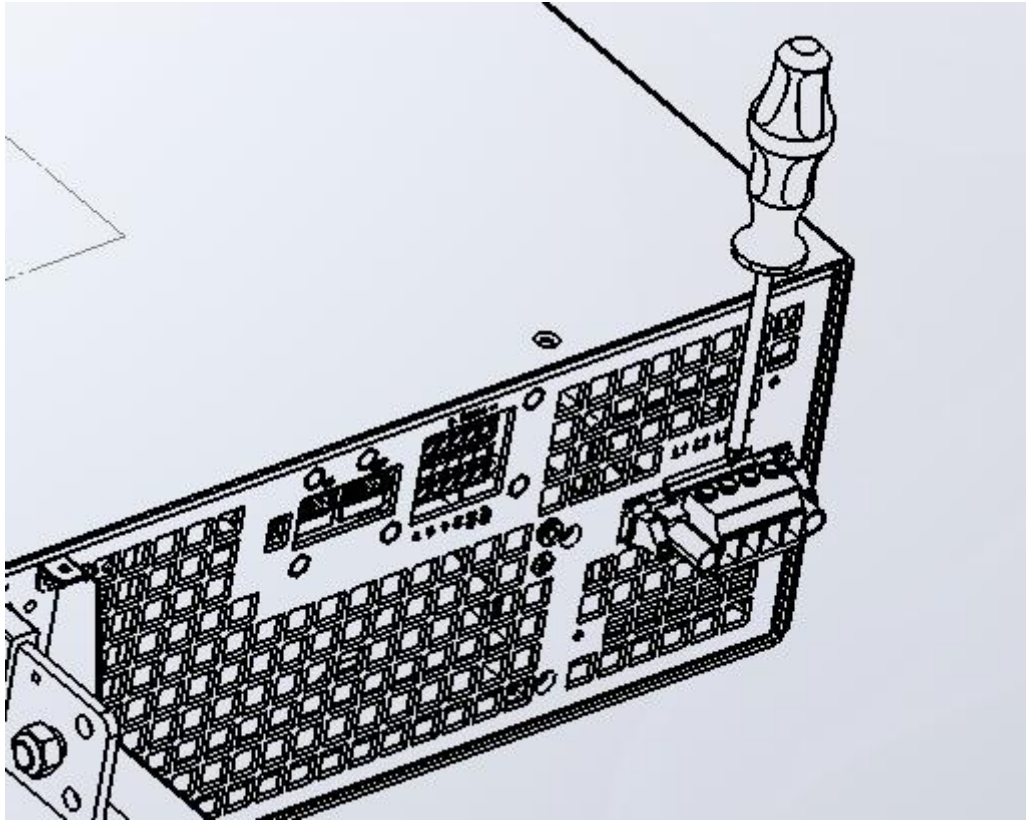

图 3-5 交流输入接线示意图
(1) 电源输入端子位于后面板的右侧。
(2) 电源线必须至少额定 85°C。
(3) 电源线径应介于 7AWG-9AWG。
(4) 连接方式见图 3-5：